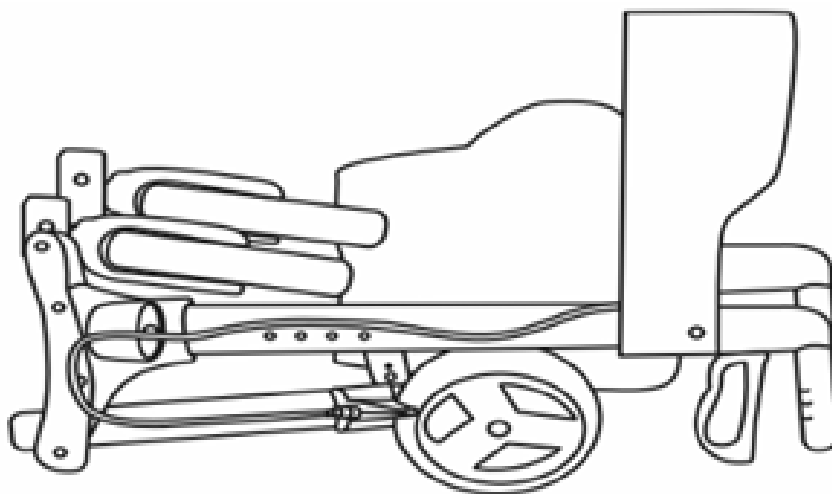

ABBILDUNG 1
SCHRITT 1: Wenn Sie die Gehhilfe aus dem Karton nehmen, finden Sie sie vollständig gefaltet vor, wie in Abbildung 1 dargestellt.